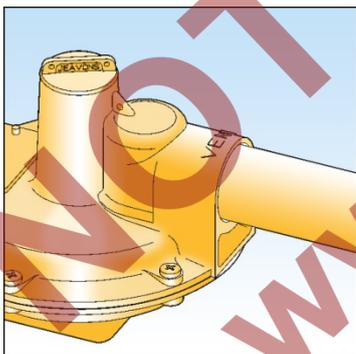

Fig. 3
11. Conecte a linha de vent (1"), usando a vedação aprovada pela norma nacional, e leve a tubulação para a atmosfera, de acordo com a norma nacional. Garanta que a água não possa penetrar na tubulação do vent. Veja Fig. 3.